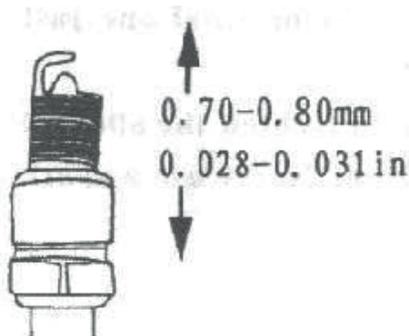

Fig. 23
3) Medir la distancia de los electrodos con un calibre y regularla doblando el electrodo lateral. La distancia debería estar entre 0.70-0.80 mm (Fig. 23).